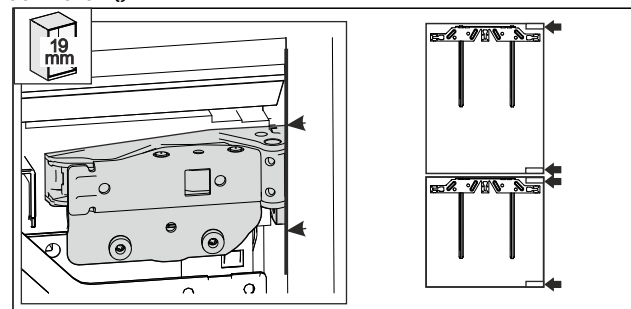

Fig. 54 *
- Parete laterale del mobile spessa 19 mm: il bordo anteriore delle cerniere è a filo con la parete laterale del mobile. Fig. 54 []